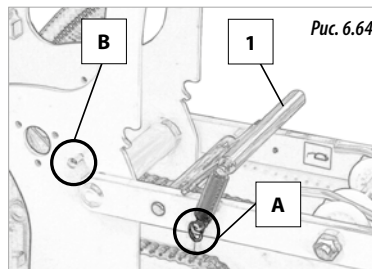

Рис. 6.64
- 3- Опустить сеялку на землю, чтобы ВКЛЮЧИТЬ высевающую секцию (рис. 6.64).